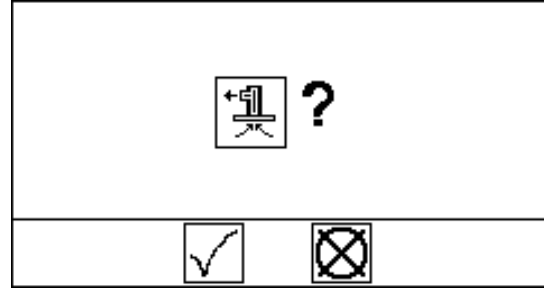

图 21: 填料确认
5. 按下泵的填料键 。显示屏提示操作者确认。见图 21。选择 开始填料。